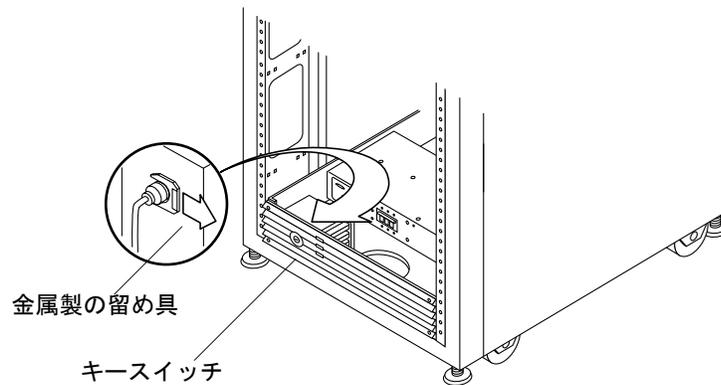

図 6-8 キースイッチの取り外しおよび取り付け
4. 記憶装置システムの内側のキースイッチの裏の辺りで、ラジオペンチを使用して、記憶装置システムにキースイッチを固定している金属製の留め具をスライドさせて外します (図 6-8)。
2. 記憶装置システムの内側のキースイッチの裏の辺りで、金属製の留め具をキースイッチ本体のくぼみにスライドさせて、キースイッチを所定の位置に固定します (図 6-8)。